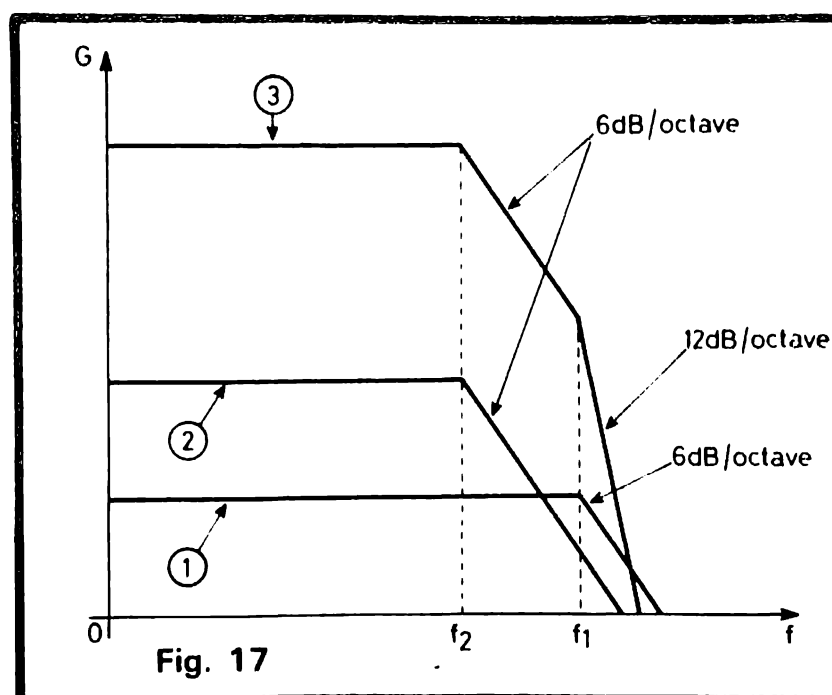

Fig. 17
La courbe de réponse se présente donc comme celle d'un filtre du premier ordre : c'est la courbe (1) du graphique de la figure 17, caractérisée par une fréquence de coupure f_1 suivie d'une décroissance à 6 dB par octave (ce qui signifie que le gain est divisé par 2, chaque fois que la fréquence est multipliée par 2).
Assimilable à un amplificateur en émetteur commun, le second étage présente aussi une courbe de réponse identique à celle d'un filtre passe-bas du premier ordre, avec une fréquence de coupure f_2 , suivie par une décroissance à 6 dB par octave. Cette deuxième coupure se situe à une fréquence f_2 beaucoup plus faible que f_1 (courbe (2) de la figure 17).
La réponse globale de l'amplificateur opérationnel se caractérise par un gain en tension produit, pour chaque fréquence, du gain de chacun des deux étages : en coordonnées logarithmiques, on obtient la courbe (3) de la figure 17.